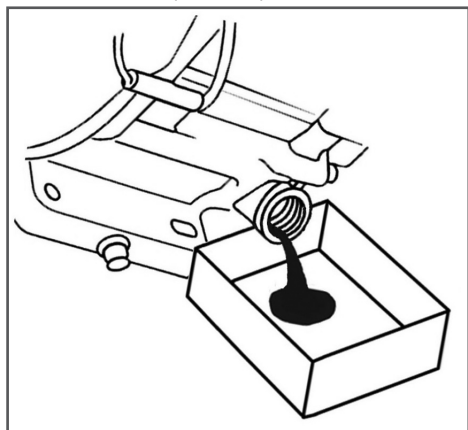

Рис. 20 Замена моторного масла
- (1) Техническое обслуживание должно осуществляться более часто, при работе в пыльных условиях.
(2) Данный вид работ необходимо выполнять в авторизованном сервисном центре.
6. С помощником наклоните скарификатор в сторону маслозаливной горловины двигателя и слейте отработанное масло через маслозаливную горловину в подготовленную для этой емкости (Рис. 20).